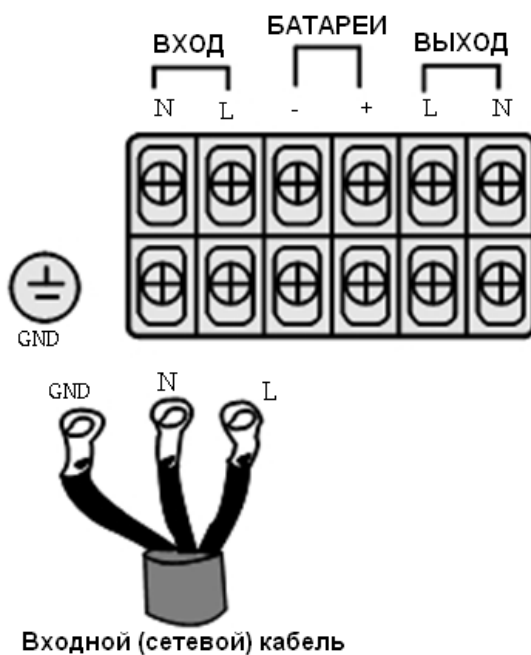

Рис. 12
(2) Удалите крышку закрывающую клеммную панель, проверьте состояние (исправность) панели и маркировку клемм. Пропустите входной кабель через вводное отверстие под клеммной панелью. (В дальнейшем выходной и батарейный кабели также следует пропустить через вводные отверстия) Подключите проводники входного кабеля к соответствующим клеммам как показано на рис. 12.